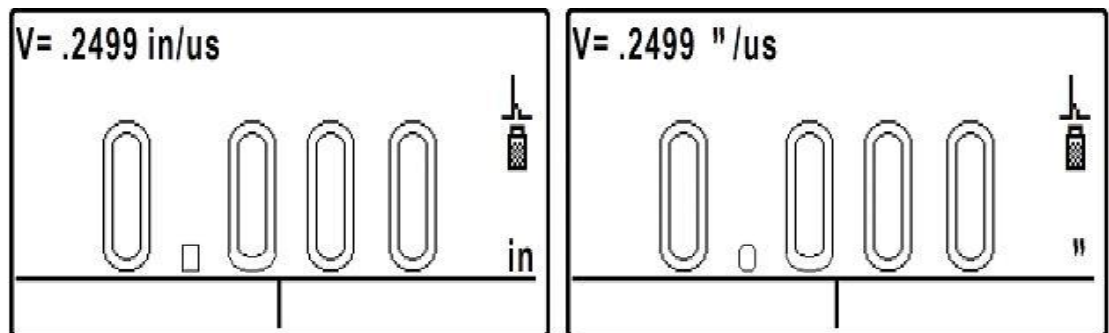

Figura 26: Pantalla de medición.
- w. Entonces el instrumento entra a la pantalla de medición y se encuentra listo para ser usado, como se muestra en la Figura 26.